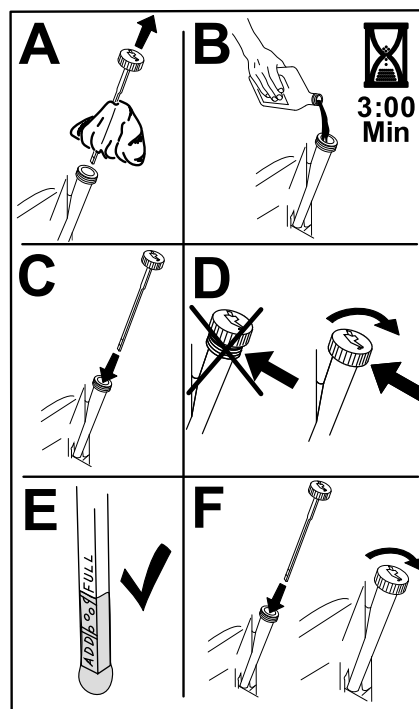

Figura 46
6. Deite cerca de 80% do óleo especificado no tubo de enchimento e adicione lentamente o óleo adicional até chegar à marca Cheio (**Figura 46**).